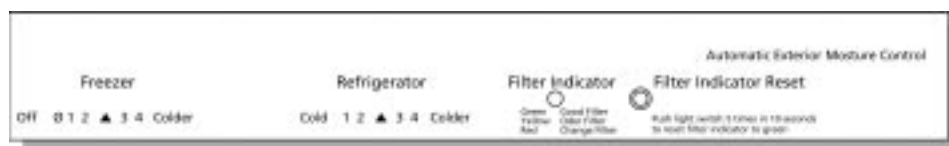

Fig. 2
2. Contrôle du filtrage de l'eau (selon les modèles) (Fig. 2)